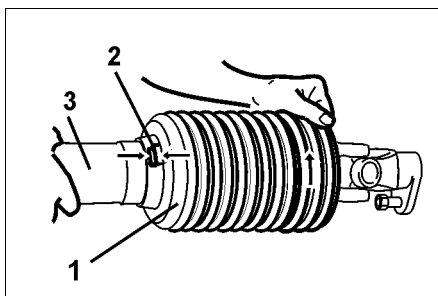

Fig. 25
- Tragten (Fig. 25/1) drejes i monteringsposition (Fig. 25/2).
- Beskyttelses halvdel (Fig. 25/3) trækkes af.